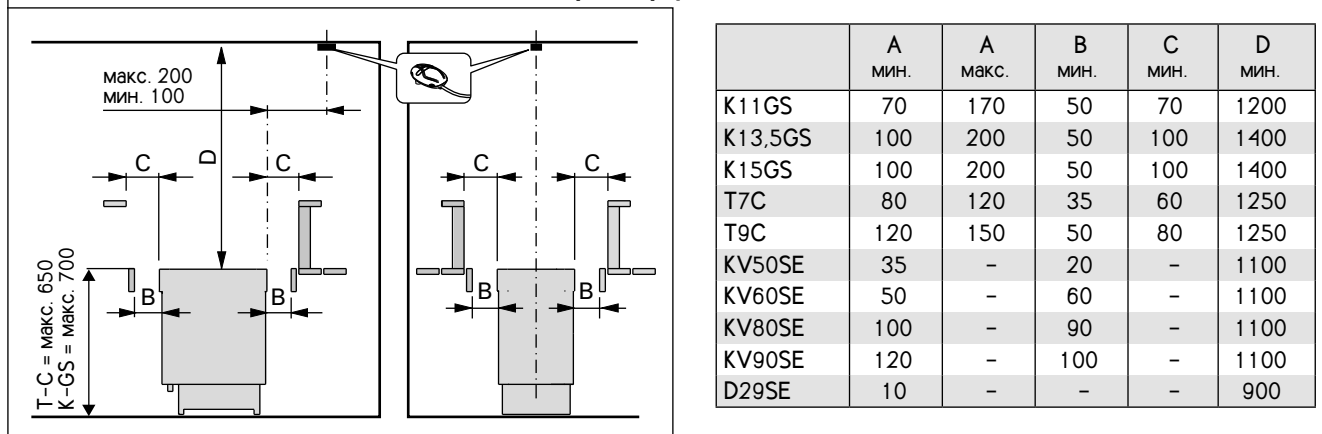
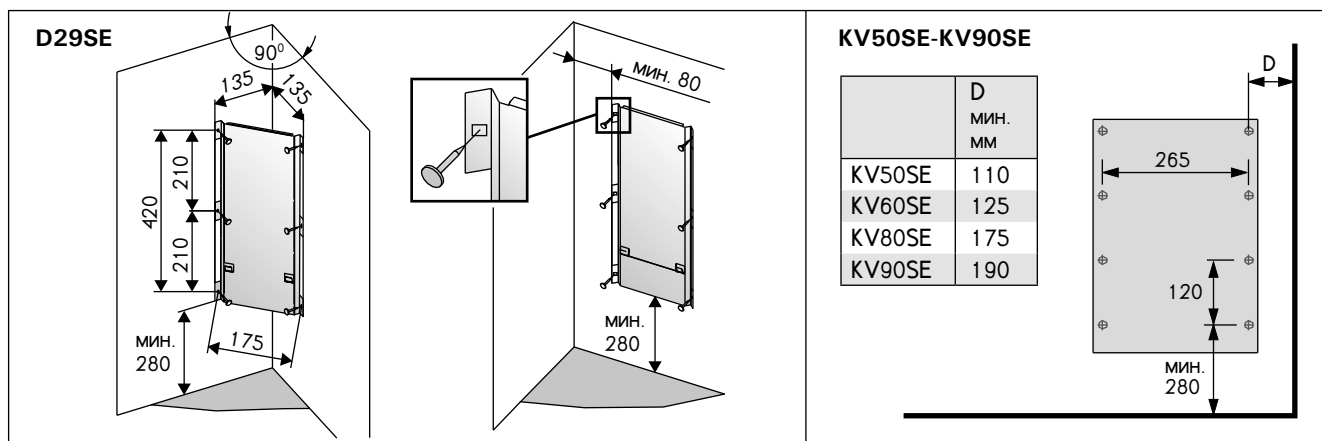

Рисунок 5. Расстояния безопасности (все размеры приведены в миллиметрах)
Рисунок 6. Установка крепящей рамы (все размеры приведены в миллиметрах)
- При расположении каменки выполняются условия минимальных расстояний, изображенных на рис. 5 и указанных в таблице 2.
- Прикрепите установочный кронштейн к стене винтами, входящими в комплект поставки кронштейна. Соблюдайте безопасные минимальные расстояния, указанные на рисунке 5. Установочные размеры кронштейна показаны на рис. 6.
- С помощью прилагаемых шурупов прикрепите к стене монтажную раму, соблюдая минимальные расстояния, указанные в таблице 2 и на рис. 5. Установка рамы изображена на рис. 6.
Перед установкой необходимо принять во внимание минимальные расстояния до легковозгораемых материалов. См. табл. 2 и рис. 5.
При установке защитного ограждения вокруг каменки следует соблюдать расстояния, указанные на рис. 5 и таблице 2.